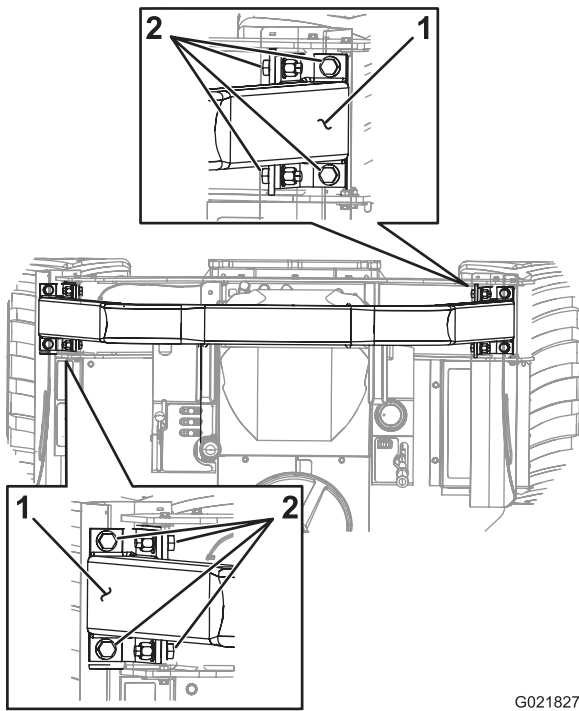

Рисунок 94
1. Убедитесь в том, что 8 болтов крепления штанги ROPS к пасси машины затянуты с моментом от 24,4 до 26,1 Нм (от 216 до 231 фунт-дюйма); см. Рисунок 94.